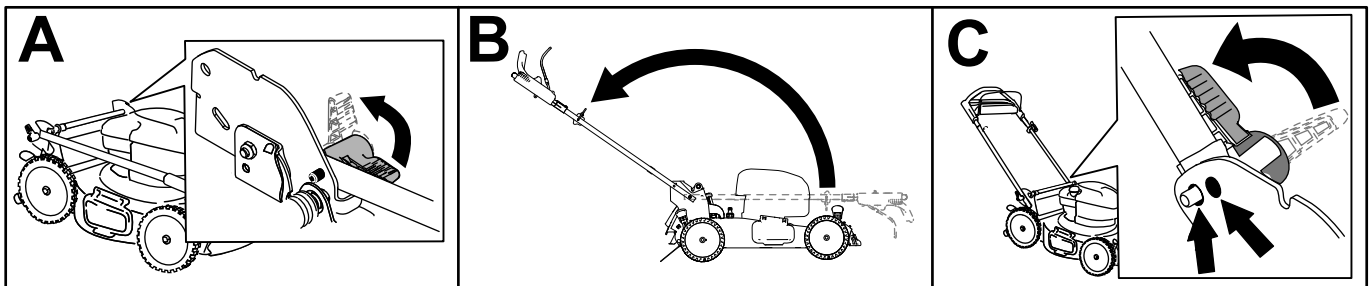

Figura 4
1. Desbloquee la palanca de cierre del manillar (Figura 4, A).
2. Mueva el manillar hacia atrás a la posición de uso (Figura 4, B).
4. Mueva la palanca de bloqueo del manillar hasta que el pasador se enganche en su sitio, para bloquear el manillar en la posición de uso (Figura 4, C).